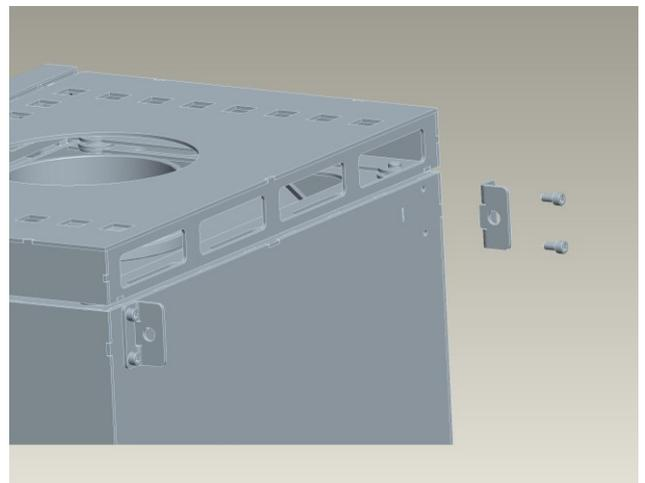

Abb. 7: Montage Befestigungsglaschen
2. Befestigungsglaschen an Ofenkörper festschrauben (Abb. 7) mit den 4 beiliegenden Schrauben.